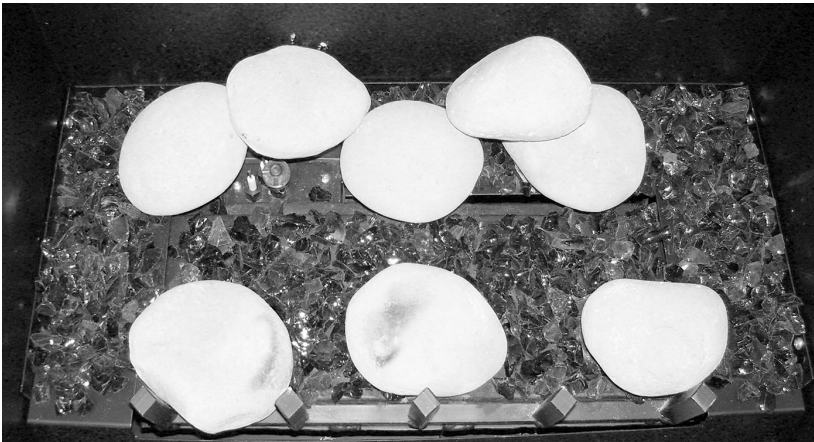

Figure 39 - Mise en place des pierres # 7 et # 8.
3. La place des pierres (#7 et #8) sur le dessus des pierres arrière comme indiqué sur la photo. Voir Figure 39.